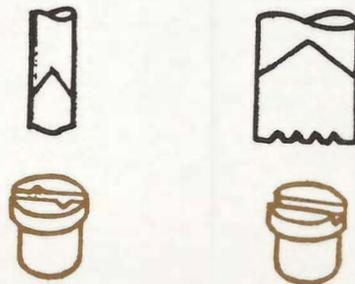

Fig. 9
4. No hacer demasiada fuerza al destornillador porque puede estropear la cabeza del tornillo o la pala de la herramienta (Fig. 9).
- 3) No hacer nunca una argolla como la de la Fig. 9 porque se logra muy mal contacto eléctrico y el tornillo no puede ejercer una buena presión.